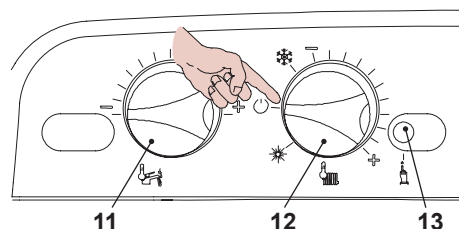

Fig. 6.8
- Spegner la caldaia portando il selettore di funzione 12 sulla posizione "U" come in Fig. 6.8.